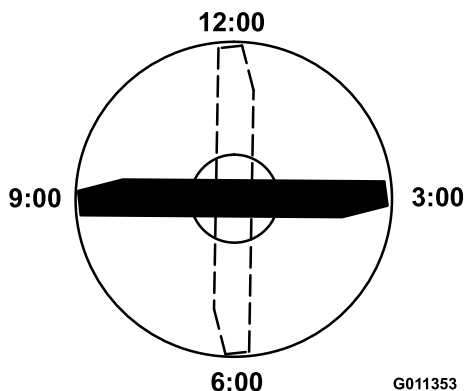

Figura 12
4. Orientate il tagliante dell'estremità marcata della lama sulle ore 12 (esattamente in avanti, nel senso di falciatura) (Figura 12) e misurate l'altezza tra il banco e il tagliante della lama.
5. Ruotate l'estremità marcata della lama sulle ore 3 e sulle ore 9 (Figura 12) e misurate le rispettive altezze.